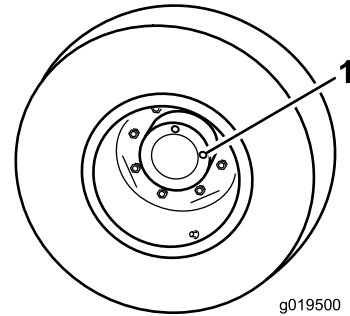

Figura 14
1. Com a máquina numa superfície nivelada, posicione a rode de forma a que um tampão de verificação (Figura 14) fique na posição das 12 horas e o outro na das 3 horas.
2. Retire o tampão da posição das 3 horas (Figura 14). O óleo deve ficar ao nível do fundo do orifício do tampão de verificação.